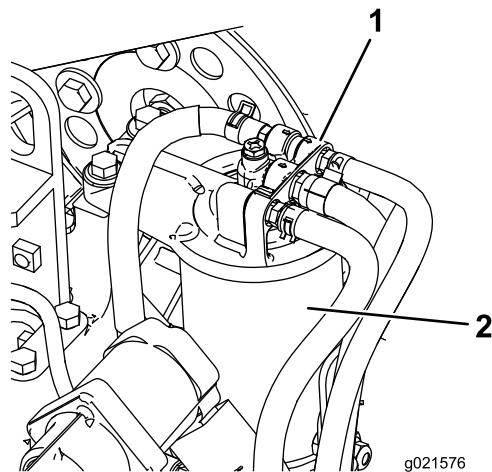

Bild 70
1. Reinigen Sie den Bereich um den Kraftstofffilterkopf (Bild 70).
2. Entfernen Sie den Filter und reinigen Sie die Befestigungsoberfläche des Filterkopfes (Bild 70).